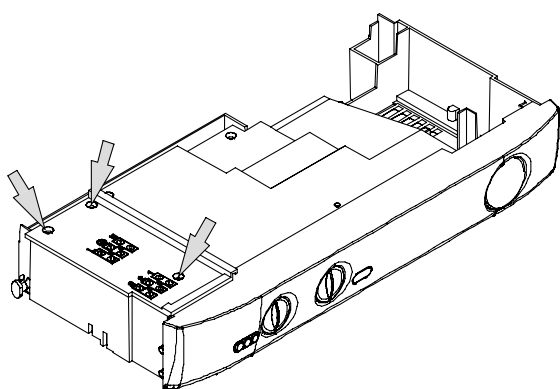

рис. 5.19
- Отвинтите винты и снимите крышку коробки с зажимами рис. 5.19 .